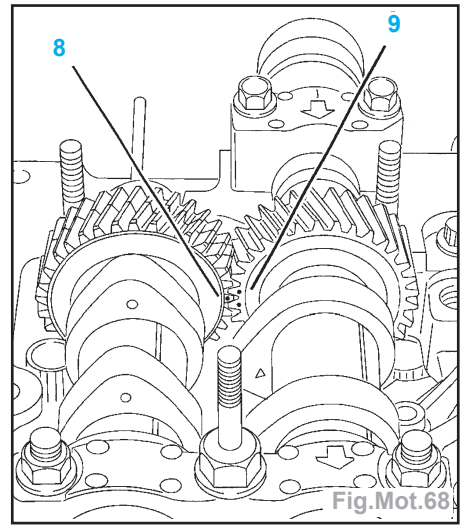

Fig.Mot.68
- Aligner les repères (8) et (9) des pignons des arbres à cames (Fig.Mot.68).